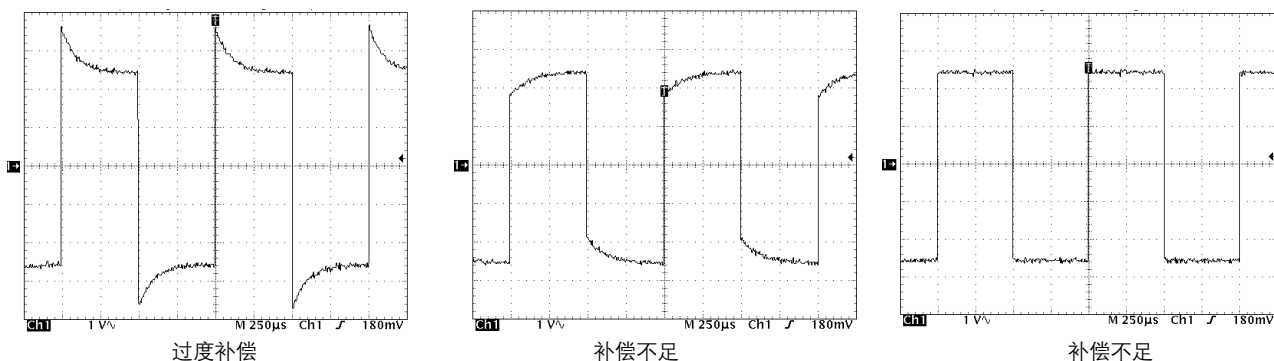

图 1.11. 探头补偿对方波的影响实例。
3. 使用探头或其它非磁性调节工具标配的调节工具，调节补偿网络，获得顶部平坦、没有过冲或圆形的校准波形显示 (参见图 1.11)。